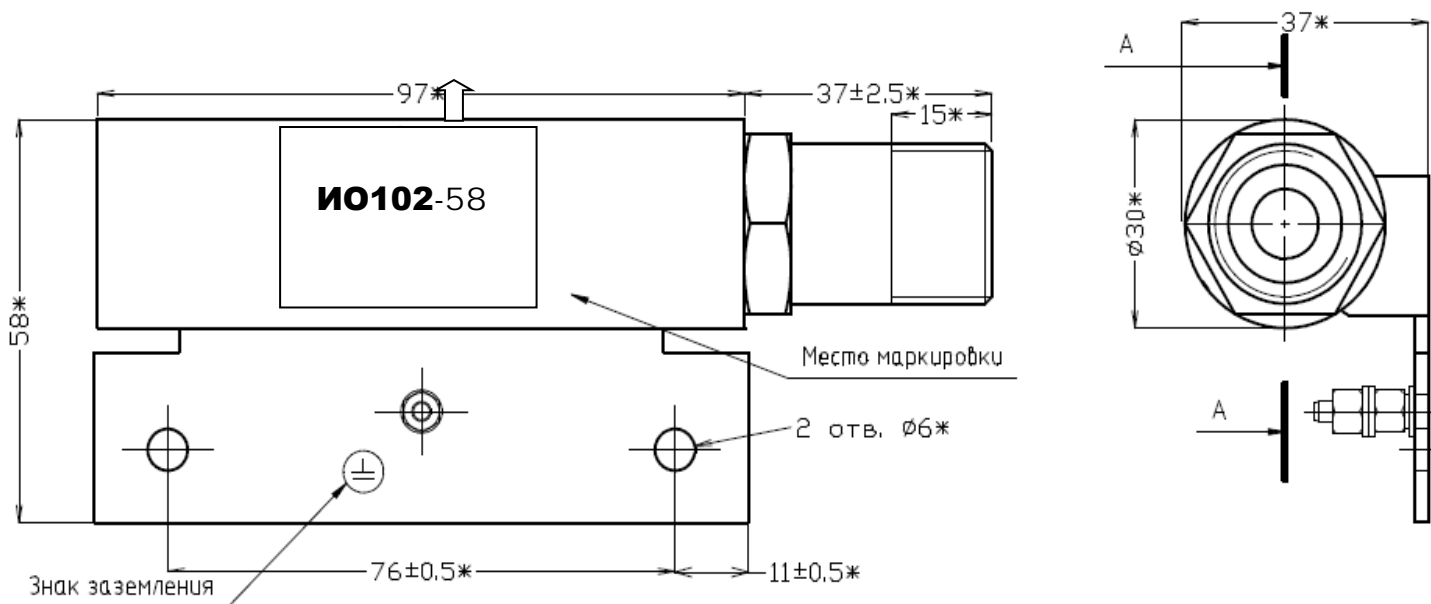

Рис.1 Габаритные и установочные размеры исполнительного блока ИО102-58
4.1 Габаритные и установочные размеры исполнительного блока ИО102-58 показаны на рис.1.
5.2 Извещатели могут крепиться к вертикальным или горизонтальным рабочим поверхностям, но в положении встречного направления стрелок, нанесенных на корпуса блоков. Габаритные и установочные размеры извещателей приведены на рис.1, рис.3